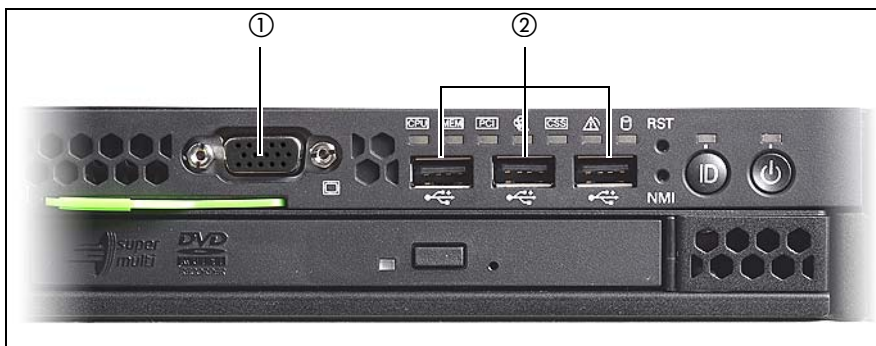

Bild 9: Anschlüsse an der Frontseite
Ein Bildschirm-Anschluss (1) sowie drei zusätzliche USB-Anschlüsse (2) befinden sich an der Frontseite des Servers (**Bild 9**):